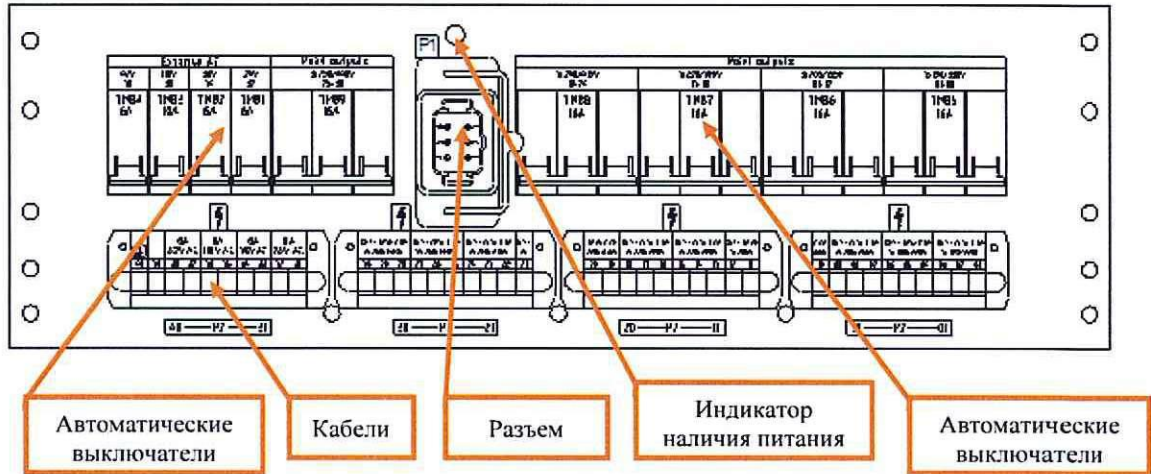

Рисунок 15. Отключаемые элементы от источника питания ИП-ОК-ЭЛ-151.
7.8.3 Отключить автоматические выключатели (ТВ1-ТВ9) и питание, поступающее на разъем «P1» (Рисунок 15), путем перевода переключателя из положения «ON» в положение «OFF», при этом гаснет красный индикатор наличия питания (Рисунок 15).
7.8.4 Отсоединить от источника питания разъем с кабелем «P1» при помощи замка-защелки и отсоединить все подключенные к источнику питания кабели из посадочных мест «P2», руководствуясь рабочей документацией (Рисунок 15).